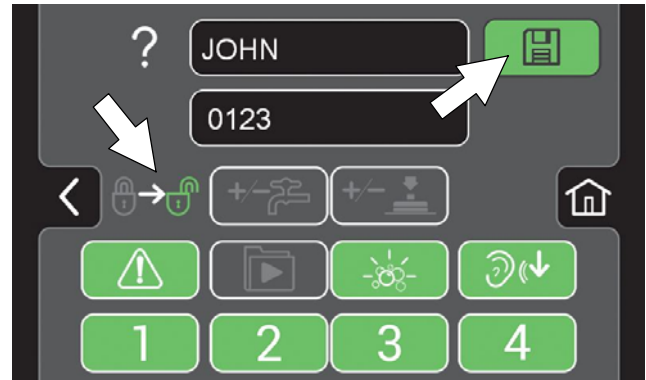

ABB. 161
- Wählen Sie die Bedienungselemente aus, auf die der neue Benutzer zugreifen kann (Abbildung 161). Grün steht für entspernte Bedienungselemente und Grau steht für gesperrte Bedienungselemente. Drücken Sie auf die blinkende Speichern-Taste, um das neue Profil zu speichern.